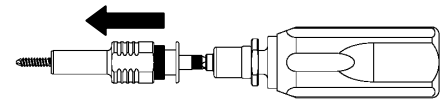

図 2
- 2) ハンドルを把持し、スクリューを押さえたままスクリューホルダーを先端側へ少し戻し、スクリューをホールドします。（図 2）